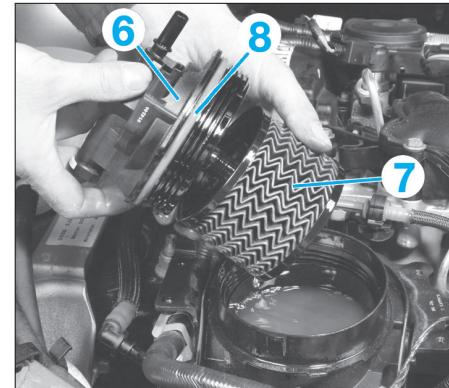

Fig. 38
- Déposer le couvercle (6) (**Fig.38**).
- Retirer le filtre à carburant (7).
- Changer le joint (8) du couvercle.